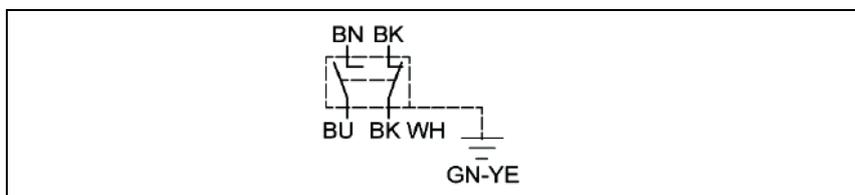

Abb. 15: Anschlusschema elektrisch für Endschalter
1. Schutzelement (1) aus Endschalter entnehmen.
2. Schutzelement (2) von Anschlussstecker entfernen.
3. Anschlussstecker (3) in Endschalter einsetzen.
4. Schraube (4) um 90° im Uhrzeigersinn drehen.
5. Kabelenden (5) gemäß abgebildetem Schema (siehe Abb. 15) anschließen.